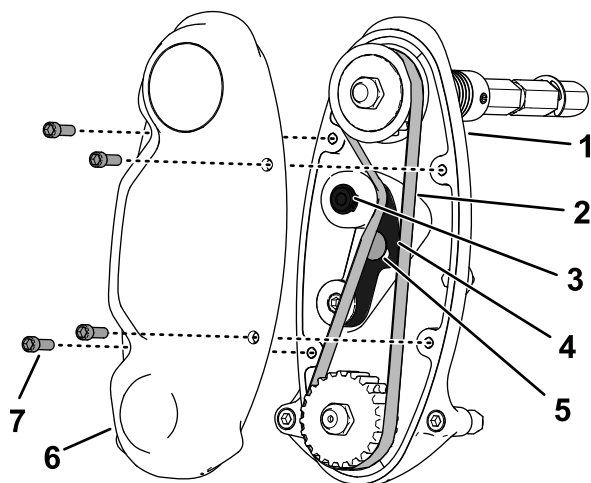

Bild 17
1. Entfernen Sie die Riemenabdeckung, um den Riemen freizulegen (Bild 17).
2. Lösen Sie die Schraube des Spannarms und drehen Sie den Spannarm (Bild 17), um die Spannung auf dem Riemen zu lösen.
3. Nehmen Sie den Riemen ab (Bild 17).
6. Bauen Sie den Riemen ein und spannen Sie den Riemen, indem Sie die Innensechskantschraube am Spannarm auf ein Drehmoment von 4 bis 5 N·m anziehen, wie in Bild 17 dargestellt.